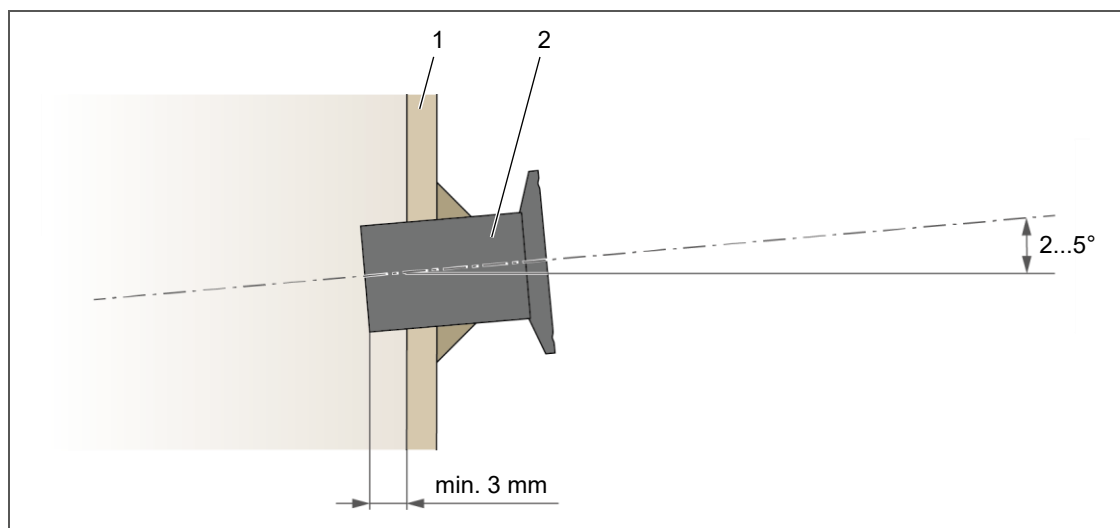

Abb. 13: Montage der Einschweißmuffe (Seitenansicht)
Das Gerät kann im horizontalen und vertikalen Kanal eingebaut werden. Die Einbaulage des Geräts selbst kann dabei seitlich bis hin zu senkrecht von oben sein. Beim Einbau der Einschweißmuffe von der Seite ist der korrekte Einbauwinkel zu beachten (siehe Abb. 13).
2. Montieren Sie die Einschweißmuffe (2, Abb. 13) an der vorgesehenen Öffnung in der Kanalwand (1).